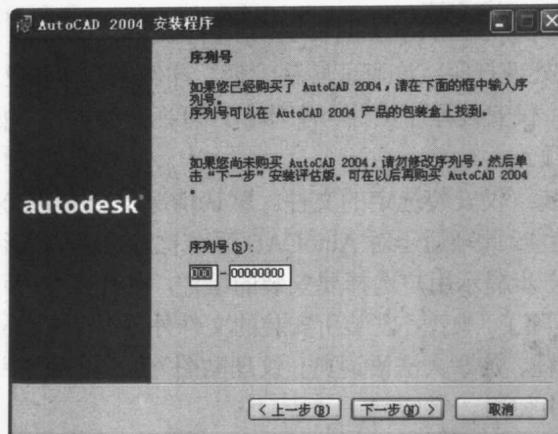

图 1-3 输入序列号和 CD 号
6. 单击“下一步”按钮后，屏幕出现如图 1-3 所示的对话框。输入 AutoCAD 2004 包装盒上的序列号和 CD 号，单击“下一步”按钮。